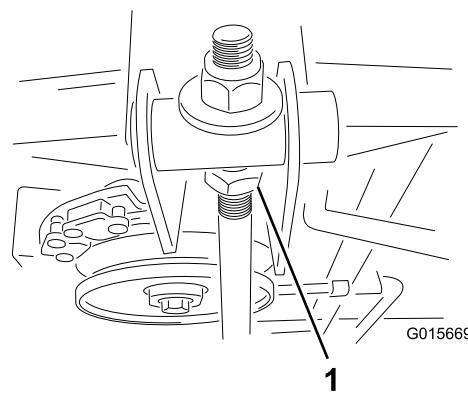

Figura 39
- Afloje la contratuerca (Figura 39).